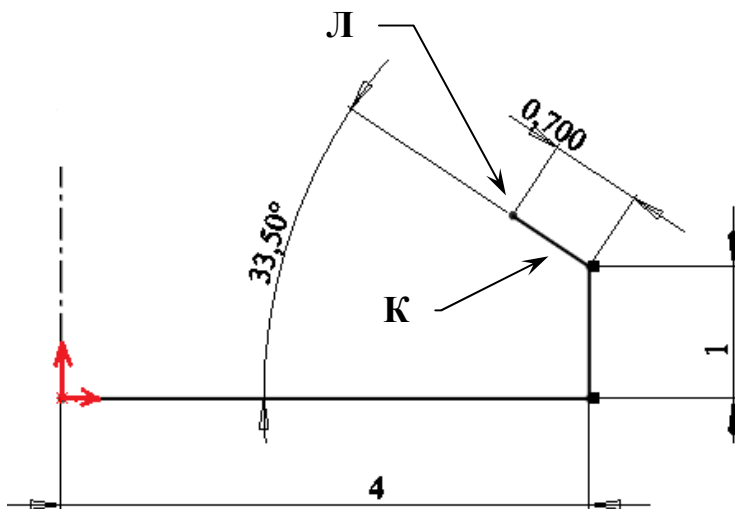

Рис. 2.8
8. Выбираем фронтальную плоскость и рисуем на ней эскиз в соответствии с рис. 2.8.